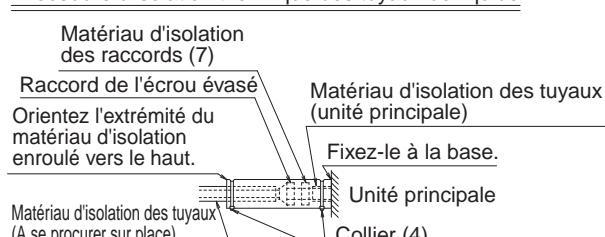

Fig. 16
(Reportez-vous à la Fig. 16)
- N'enroulez que le tampon de scellement (9) autour de l'isolant des joints des conduites de gaz. **(Reportez-vous à la Fig. 16)**